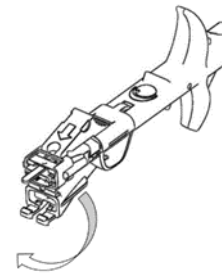

Fig. 2
5. Liberte cuidadosamente o bocal do cartucho do gancho. Certifique-se que n o danifica a ponta do bocal. Dobre para cima o bocal do cartucho em 180 graus at  encaixar, como demonstrado na Fig. 2.